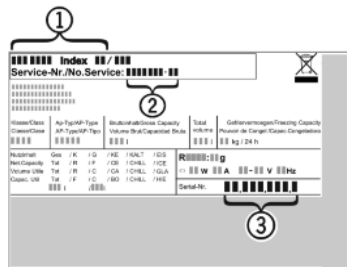

Fig. 18
- ▶ Gerätebezeichnung Fig. 18 (1), Service-Nr. Fig. 18 (2) und Serial-Nr. Fig. 18 (3) vom Typenschild ablesen. Das Typenschild befindet sich an der linken Geräteinnenseite.
- ▶ Den Kundendienst benachrichtigen und den Fehler, Gerätebezeichnung Fig. 18 (1), Service-Nr. Fig. 18 (2) und Serial-Nr. Fig. 18 (3) mitteilen.